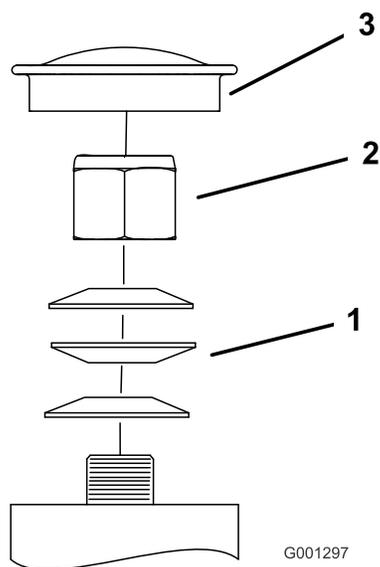

Figura 69
3. Togliete il coperchietto antipolvere dalla ruota orientabile e serrate il dado di bloccaggio (Figura 69).
4. Serrate il dado di bloccaggio finché le rondelle elastiche non sono piatte, quindi allentate di un quarto di giro per mettere a punto il precarico sui cuscinetti (Figura 69).
Importante: Verificate che le rondelle elastiche siano correttamente montate, come riportato nella Figura 69.
5. Montate il coperchietto antipolvere (Figura 69).